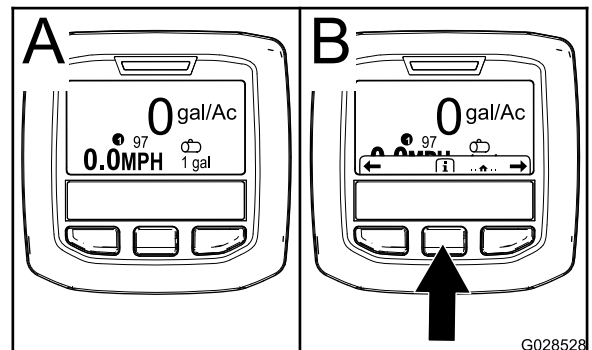

図 60
2. およそ 15 秒後に、ホーム画面に切り替わる。中央のボタンを押すと最初の案内画面になる (図 60)。